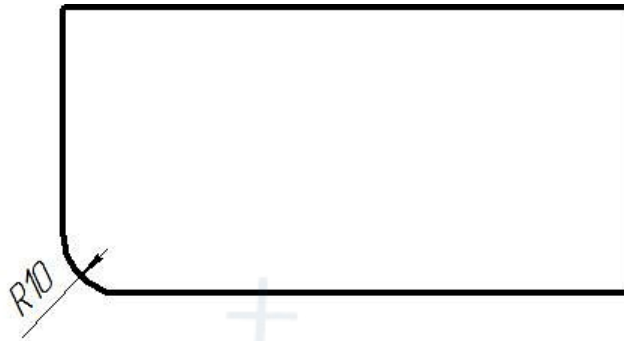

Рис. 93
**Сопряжение** → Д (радиус) → **Enter** → Радиус сопряжения **10** → **Enter** → Выбрать **первый объект** → Выбрать **второй объект** – сопряжение построено (рис. 93).